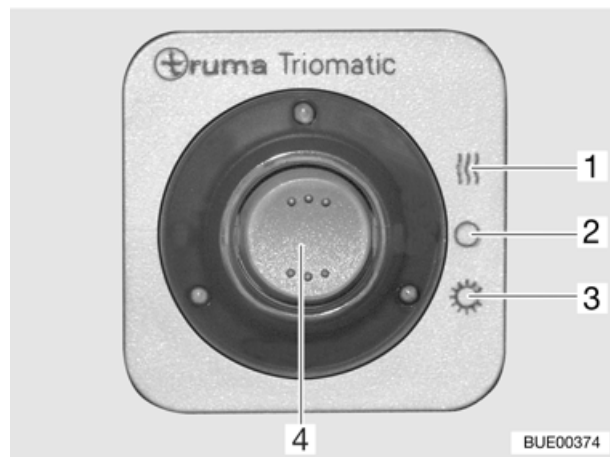

Fig. 56 Visualizzatore a distanza
Il visualizzatore a distanza (Fig. 56) segnala, all'interno del veicolo, quale bombola del gas è in funzione.
Impostare la modalità di funzionamento tramite l'interruttore a bilico (Fig. 56,4).
- Funzionamento invernale "On e riscaldamento" (Fig. 56,1)
- Spento (Fig. 56,2)
- Funzionamento estivo "On" (Fig. 56,3)